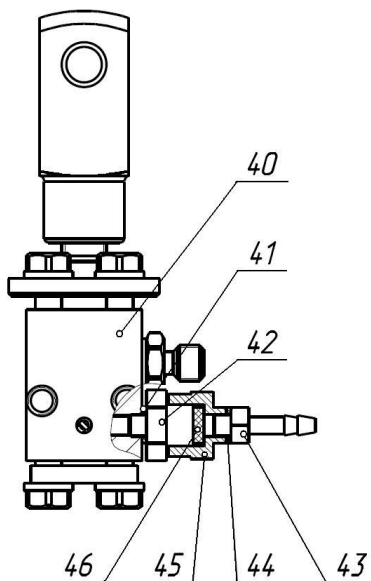

Рисунок 4 – Устройство фильтрующего узла насоса
- снять полиуретановую трубку со штуцера (поз. 43, рис. 4) насоса (поз. 3, рис. 1);
- выкрутить фитинг (поз. 42, рис. 4) с уплотнительной прокладкой (поз. 46, рис. 4) из корпуса насоса (поз. 40, рис. 4);
- выкрутить фитинг (поз. 42, рис. 4) из фитинга (поз. 45, рис. 4) и заменить фильтрующий элемент (поз. 46, рис. 4), который имеется в комплекте ЗИП;